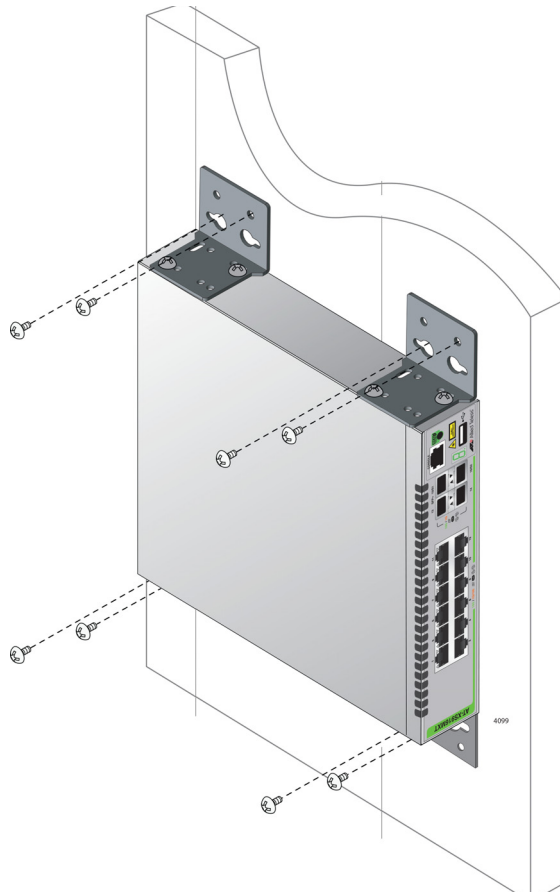

Рисунок 20. Крепление коммутатора на стену
5. С помощью плоской отвертки отсоедините резиновые ножки от дна коммутатора. См. рис. 20.